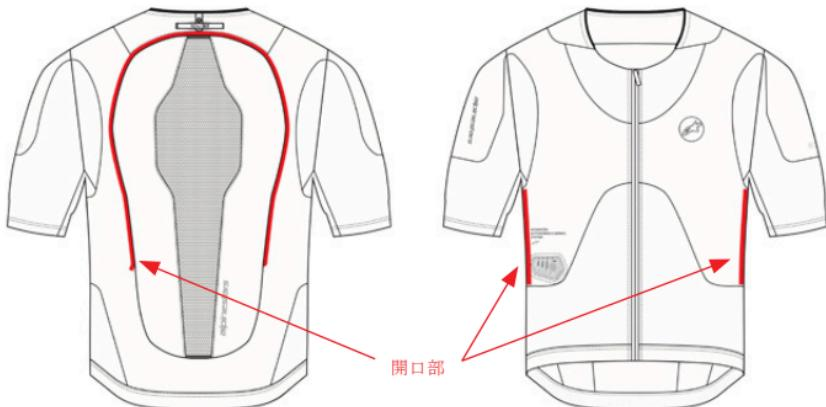

図24：ベースレイヤー (1) 開口部Openings
2. パックプロテクターの取り外し (4) - パックプロテクター (4) の上部にあるマジックテープを取り外し、パックプロテクター (4) をベースレイヤー (1) から取り外します。
3. エアバッグ (11) の取り外し - 背面の開口部から、システムの後部および袖部分にあるエアバッグ (11) とベースレイヤー (1) を接続している12個の接続ループをすべて取り外します。システムの前面部分にある接続ループにアクセスするには、ウェアの内側の側面に2つある開口部を使用します。開口部は、図24に示すように、脇の下のすぐ下のシステムの側面にあります。エアバッグ (11) をベースレイヤー (1) から完全に取り外します。